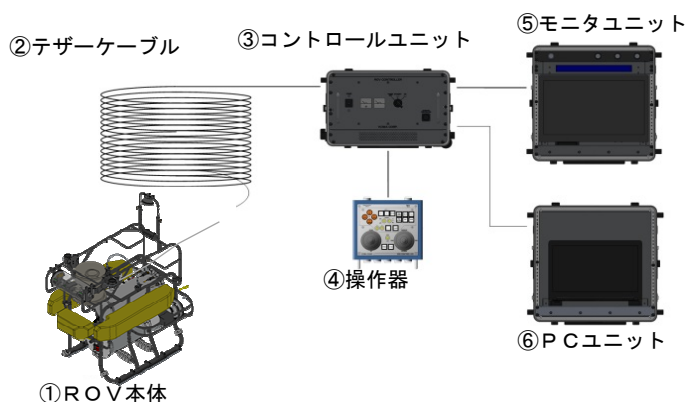
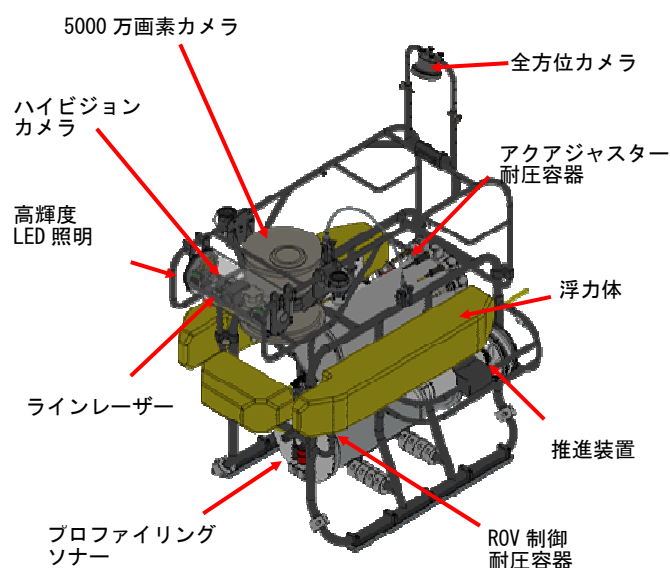

図1 栈橋下面点検ロボットのシステム構成図
図2 ROV 本体の装備機能
栈橋下面点検ロボットピアグのシステム構成図を図1に、現状搭載している装備機能を図2に示す。①ROV(Remotely Operated Vehicle) 本体：点検を行うロボット本体。アクアジャスター、5000 万画素カメラ、パンチルト機能付きハイビジョンカメラ、全方位カメラ、高輝度 LED 照明、推進装置、ラインレーザー、プロファイリングソナー、姿勢センサなどを搭載している。当社が開発したアクアジャスターは、東京スカイツリー建設時に威力を発揮したスカイジャスターを水中で使用できるようにした吊冶具で、ジャイロ効果を活用した回転制御できる機能を有する。アクアジャスターのジャイロ効果を栈橋下面点検ロボットに付加させることで、波浪の影響を抑えて本体を回転・静止させ、ブレのない映像取得が可能となる。②テザーケーブル：ROV 本体とコントロールユニットを接続する水中ケーブル。送電線、光ファイバー、テンションメンバで構成されている。③コントロールユニット：ロボットシステムを制御するコントローラ。CPU やトランスなどを内蔵している。④操作器：ROV 本体の運転を行う。アクアジャスターやカメラの操作スイッチ、推進装置操作のアナログスティックなどにより構成されている。⑤モニタユニット：ROV が撮影したハイビジョン映像を表示するモニタおよび録画するレコーダー、ROV の方位などの状態表示するディスプレイで構成されている。⑥PC ユニット：ROV の全ての情報を表示し、ログ保存するための PC。⑦5000 万画素カメラ用 PC ユニット：テザーケーブル内の一回線を使って、5000 万画素カメラ操作 PC に接続。